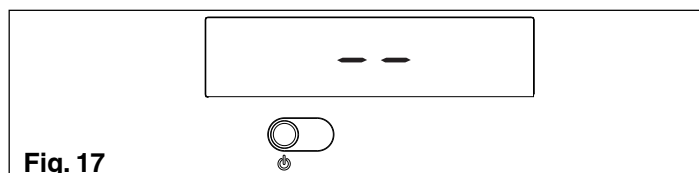

Fig. 17
- ⚠ La caldera se vuelve a encender en el estado en que estaba antes del apagado: si la caldera estaba en invierno confort cuando se apagó, se volverá a encender en invierno confort; si estaba en estado OFF, el visor digital visualizará en la zona central dos segmentos (fig. 17). Pulsar la tecla para activar el funcionamiento.
En caso de breves ausencias pulsar la tecla  para apagar la caldera. El visor digital visualizará en la zona central dos segmentos (fig. 17). De este modo dejando activas la alimentación eléctrica y la alimentación del gas, la caldera está protegida por los sistemas:
En caso de ausencias prolongadas pulsar la tecla  para apagar la caldera (fig. 17). El visor digital visualizará en la zona central dos segmentos. Posicionar el interruptor general de la instalación en “apagado”. Luego cerrar la llave del gas situado debajo de la caldera, girando en el sentido de las agujas del reloj (fig. 25).